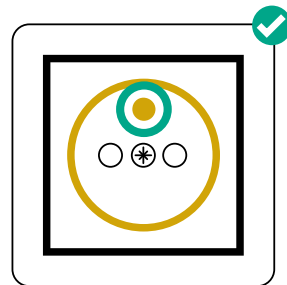
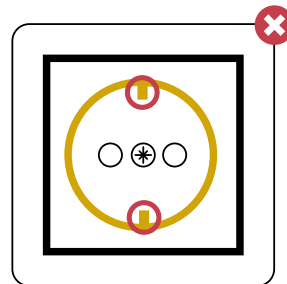

fig. 1
fig. 2
- Alle stopcontacten zijn voorzien van een aangesloten penaarlanding **zie fig. 1** (randaarding is verboden in België **zie fig. 2**) en zijn van het kindveilige type, zodat metalen voorwerpen – zoals een ijzerdraadje – niet in het stopcontact gestoken kunnen worden.